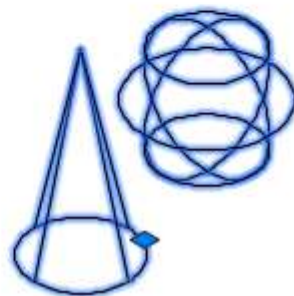

Рисунок 1.18 – Команда Объединение
- Команда **Объединение** соединяет трехмерные тела в единое тело (рис.1.18).